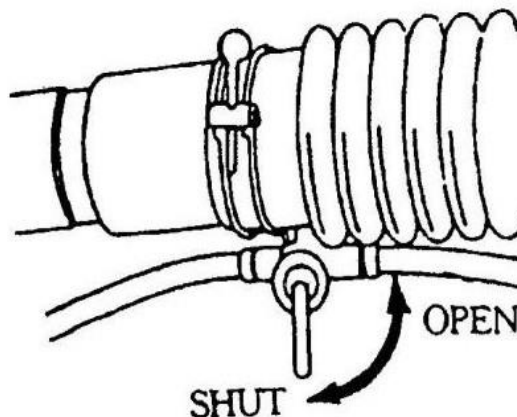

Fig. 8
- 1) Beim Sprühen, wenn wir mehr Mittel in den Tank nachfüllen wollen, muss das Gerät ausgeschaltet werden, siehe Abb. 8. Beim Sprühen sollten der Sprühhebel und der Deckel des Kraftstofftanks in der unteren Position sein, andernfalls werden Chemikalien auslaufen.